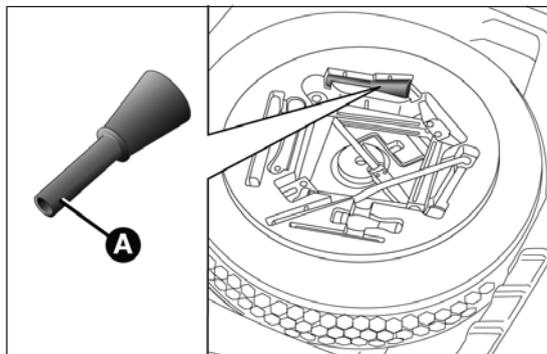
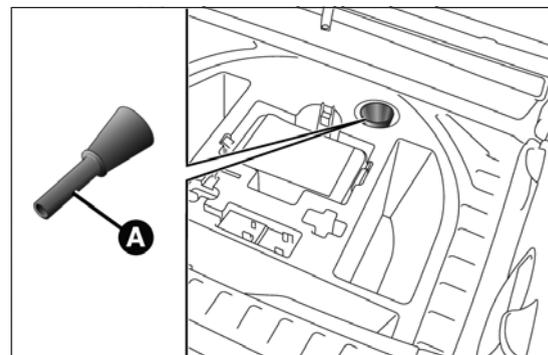

fig. 125
fig. 126
- ouvrir le coffre à bagages et prendre l'adaptateur spécial A situé dans la boîte à outils (versions équipées de roue compacte de secours - pour les versions/marchés qui le prévoient) fig. 125 ou dans la boîte du Fix&Go Automatic (versions équipées de Fix&Go Automatic) fig. 126 ;